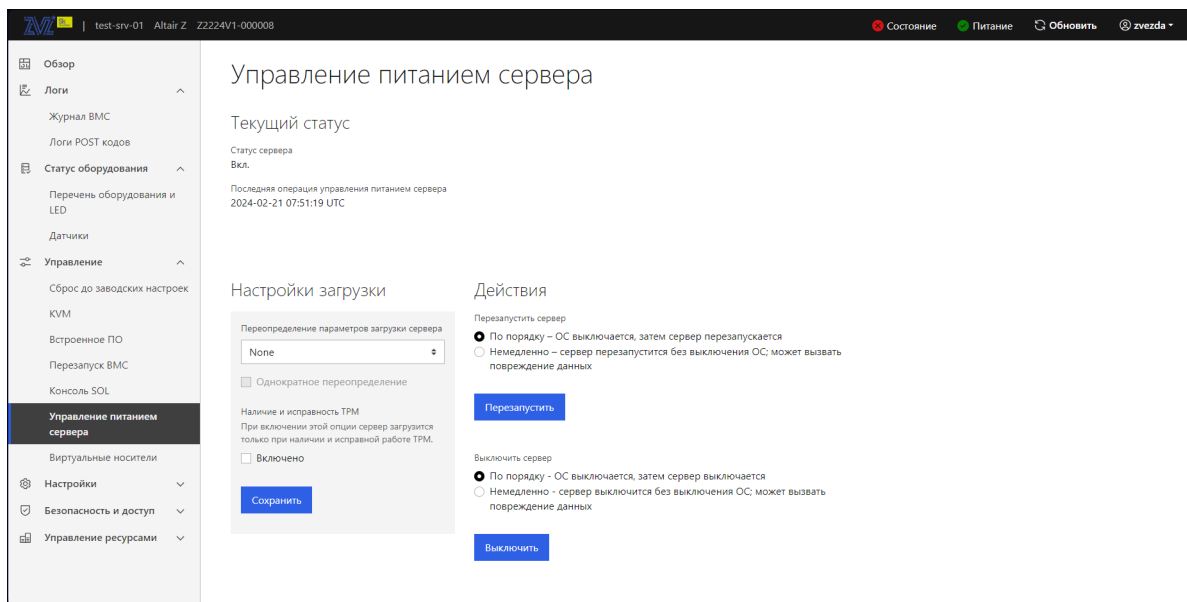

Рис. 95. Окно «Управление питанием сервера»
- 6) Пройдите во вкладку «Управление» → «Управление питанием сервера» в данной вкладке отображается текущий статус сервера, осуществляется удаленное управление питанием сервера. Во вкладке «Действия» осуществляется перезагрузка сервера или его выключение. Окно показано на рис. 95 Окно «Управление питанием сервера»